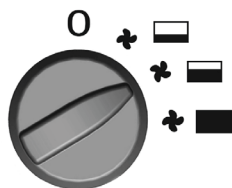

FIG. 2
- **Fig. 2** - Middels kapasitet